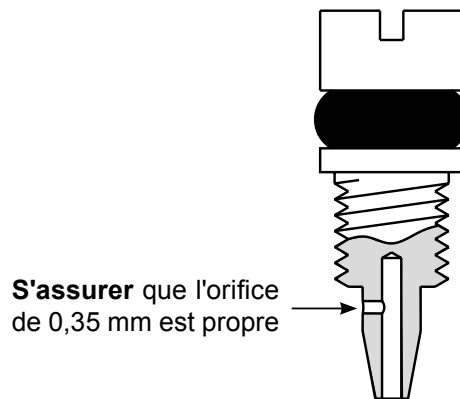

Fig. 26
5.2.1 Démontage et nettoyage de la vis de réglage de sensibilité (voir Figure 26) :